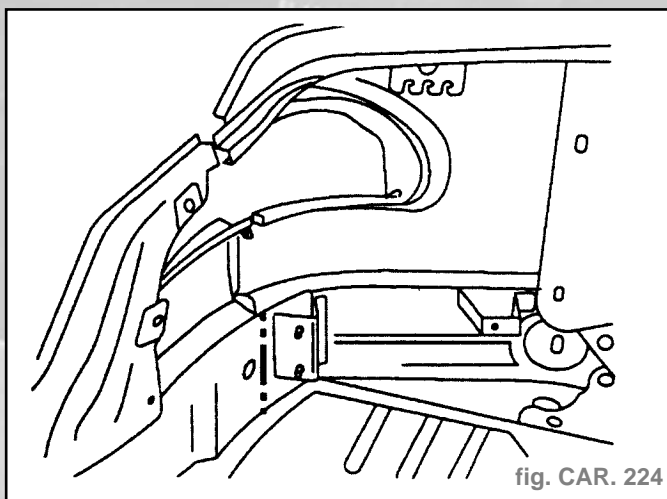

fig. CAR. 224
- Découper à l'aide d'une meule épaisseur **1 mm** (fig. CAR. 224).